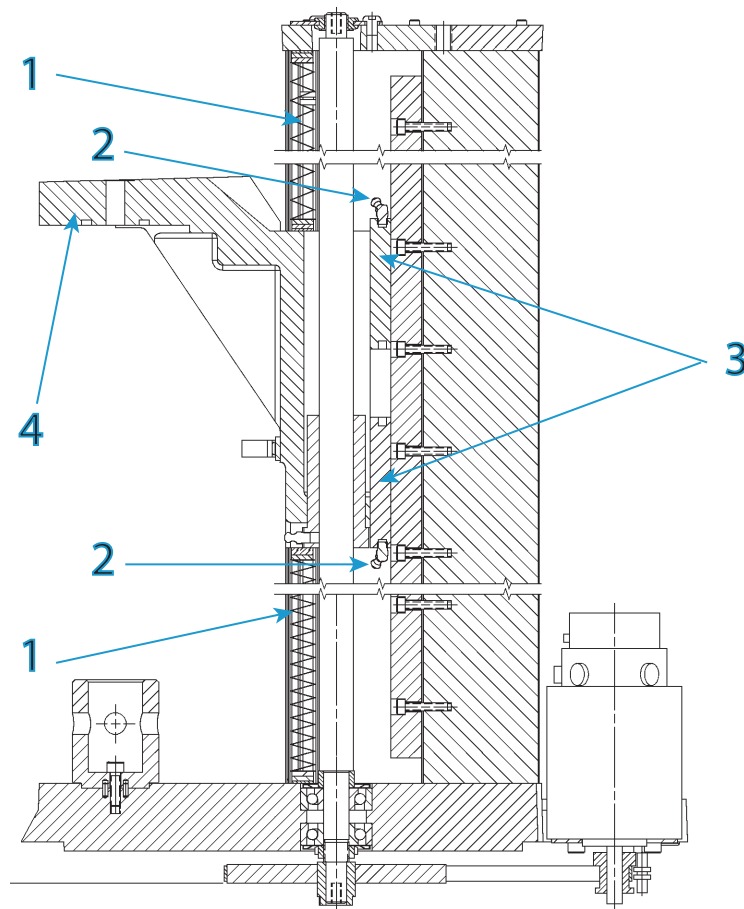

Figure 23. Lubrification des chariots sur guide linéaire
Légende pour Figure 23
1. Vérifiez que l'interrupteur général est sur arrêt (0) et débranchez le câble d'alimentation du secteur. Vérifiez qu'aucune LED n'est allumée sur le panneau indicateur.
6. Détachez de la traverse les capots de vis à billes et faites-les coulisser hors de la traverse. L'emplacement du graisseur de chaque chariot est indiqué à la Figure 23 à la page 128.